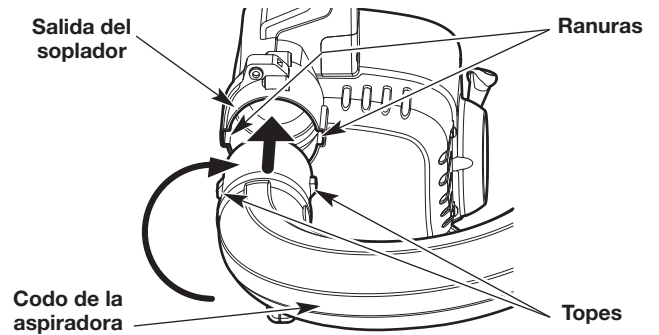

Fig. 9
2. Alinee los topes del tubo acodado de la aspiradora con las ranuras de la salida de la sopladora (Fig. 9). El extremo ancho del tubo acodado debe apuntar hacia la derecha.
3. Inserte el tubo acodado de la aspiradora en la salida de la sopladora (Fig. 9).
4. Gire el tubo acodado de la aspiradora hasta que calce en su lugar (Fig. 9).